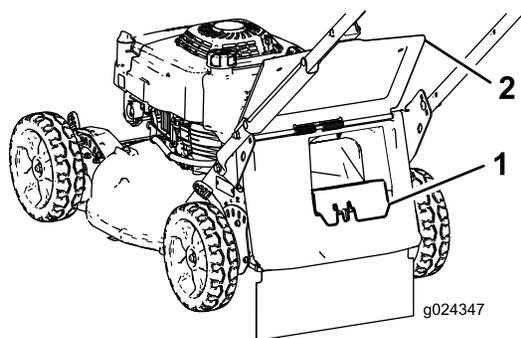

Figura 17
- Se o bujão de descarga traseira não estiver instalado, agarre-o pela pega, eleve o defletor traseiro e insira-o na calha de descarga traseira até que encaixe no sítio (Figura 17).
3. Retire o budo de descarga traseira empurrando o trinco para baixo com o polegar e retirando o budo da máquina (Figura 17).